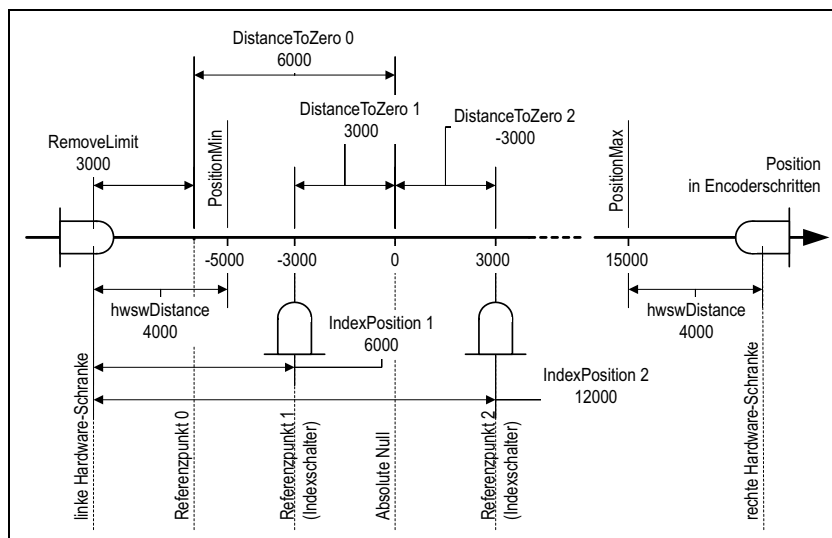

Abbildung 5.25: Angenommener Versuchsaufbau für die Testfälle
so genannte Grundstellung (**InitialAngle**); die Position des Motors in der Motorenliste; die Lage des Referenzpunktes (RP) und die Ausgangsposition des Motors. Zur Lage des RP werden im Test die folgenden drei verschiedenen Versuchsaufbauten angenommen (s. Abb. 5.25):